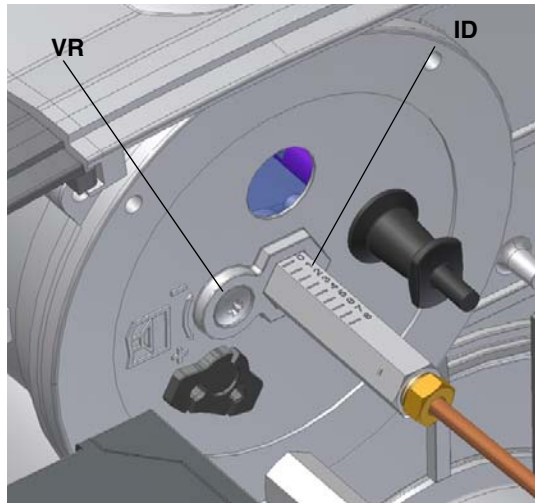
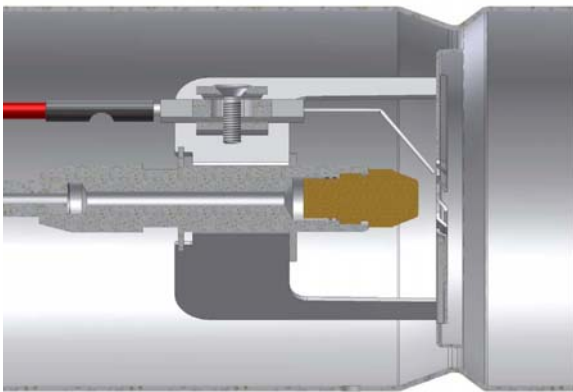
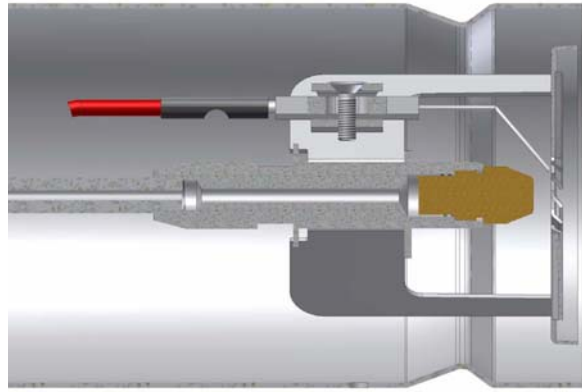

Рис. 15
Рис. 16 - Голова сдвинута полностью назад
Рис. 17 - Голова выдвинута полностью вперед
2. воздействовать с помощью отвертки на винт **VR** (Рис.15): вращать против часовой стрелки для выдвижения головы сгорания вперед (Рис.17) или по часовой стрелке для того, чтобы сдвинуть ее назад (Рис. 16). Индикатор **ID** указывает на сколько сдвинулась голова сгорания.